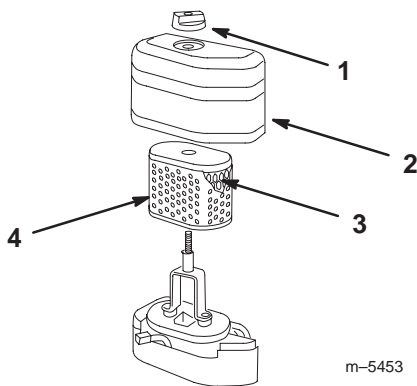

Bild 19
2. Schrauben Sie die Verschlusschraube los und entfernen den Luftfilterdeckel (Bild 19).